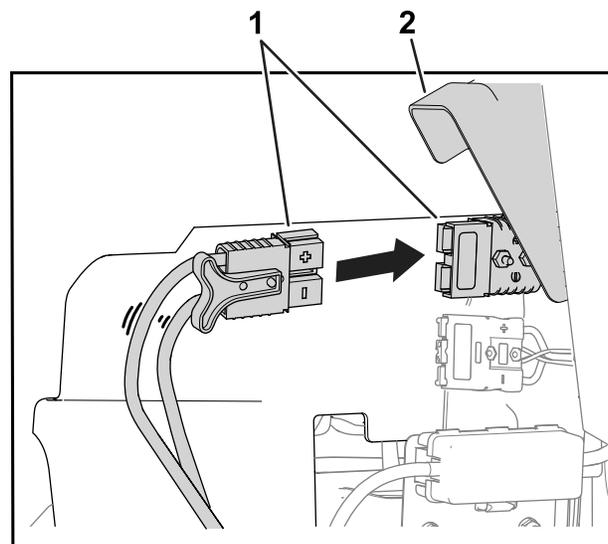

**Рисунок 9**
4. Прикрепите противовес электродвигателя к имеющемуся противовесу с помощью двух колпачковых винтов, как показано на Рисунок 9.